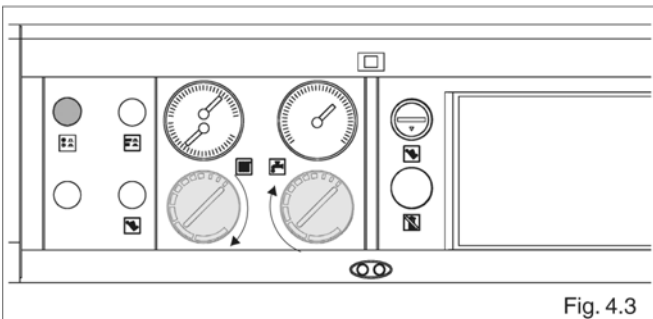

Fig. 4.3
- установите регулятор температуры в системе отопления и регулятор температуры в системе ГВС на нужную температуру (рис. 4.3)